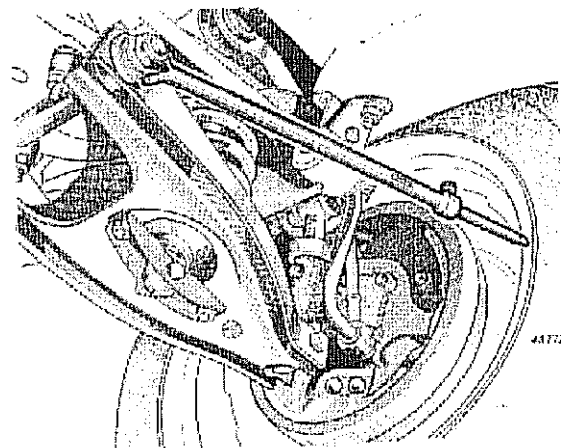

Fig. 260
- 4) Realizar la misma operación que en el caso anterior, tomando la medida en la otra marca de tiza del borde de la llanta (lado trasero, Fig. 260).